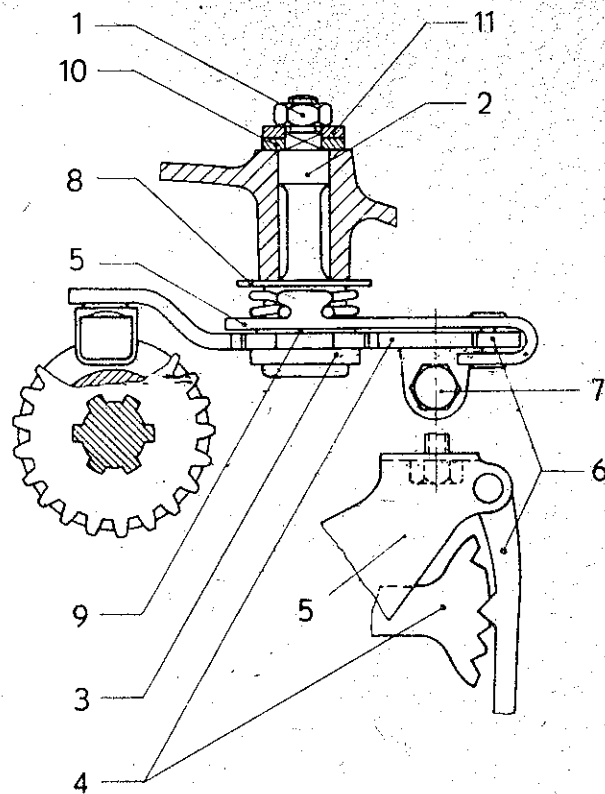

FIG. 4. — SÉLECTEUR
La commande des vitesses s'effectue par un sélecteur qui, à l'aide d'une pièce à bascule, fait glisser les paires de pignons centrales (fig. 4).
- Dévisser tout d'abord l'écrou 1 (fig. 4).